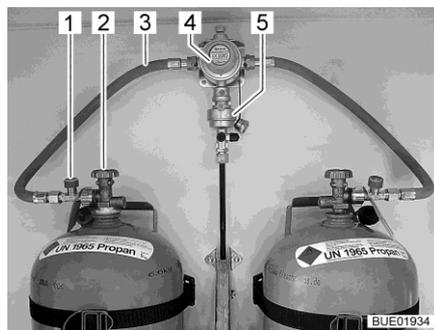
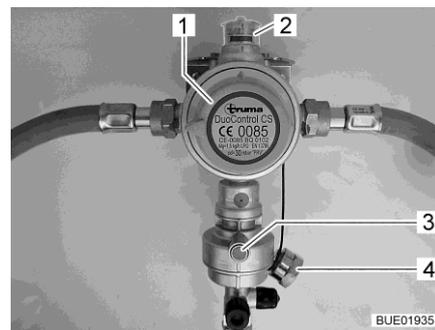
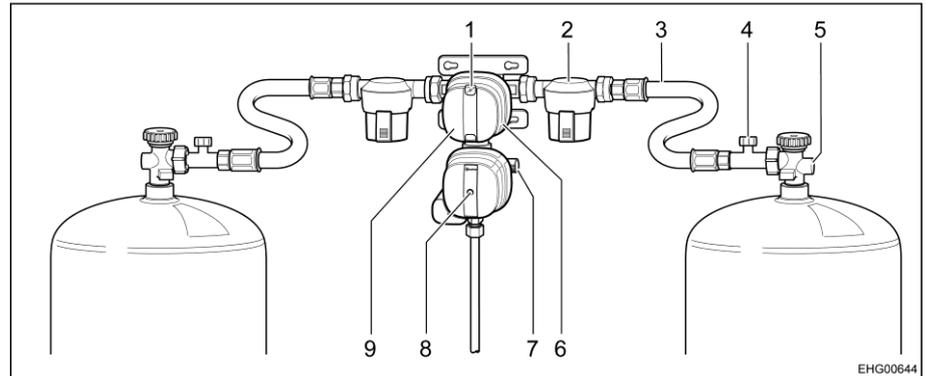

Fig. 64 Bombole del gas con DuoControl
Fig. 65 Impianto di regolazione DuoControl
Fig. 66 Impianto di regolazione pressione gas DuoControl CS
L'impianto di regolazione DuoControl consiste in una valvola di commutazione (Fig. 64,4) e un sensore crash (Fig. 64,5). L'impianto di regolazione DuoControl è installato tra i tubi flessibili del gas (Fig. 64,3) con un dispositivo antirottura del tubo flessibile (Fig. 64,1). Con la manopola (Fig. 65,1) sulla valvola di commutazione è possibile stabilire quale delle bombole del gas viene utilizzata come bombola in uso e quale come bombola di riserva. Nella finestra di controllo (Fig. 65,2) viene visualizzato lo stato del rifornimento di gas:
Il funzionamento con una sola bombola del gas è consentito, ma in questi casi il collegamento aperto deve essere assolutamente chiuso con una copertura cieca (Fig. 65,4).
Il sensore crash blocca l'alimentazione del gas in caso di forti vibrazioni (es. incidente). Il sensore crash viene azionato mediante pressione del tasto reset verde (Fig. 65,3).
Il dispositivo antirottura del tubo flessibile (Fig. 64,1) blocca il flusso di gas quando il tubo flessibile collegato si rompe. Il dispositivo antirottura del tubo flessibile deve essere attivato premendo il tasto verde.
L'impianto di regolazione DuoControl consiste in una valvola di commutazione con sensore crash (Fig. 66,9). L'impianto di regolazione DuoControl è montato tra i tubi flessibili per alta pressione (Fig. 66,3) con dispositivo antirottura del tubo flessibile (Fig. 66,4). Con la manopola (Fig. 66,6) sulla valvola di commutazione è possibile stabilire quale delle bombole del gas viene utilizzata come bombola in uso e quale come bombola di riserva.
Sull'indicatore di stato (Fig. 66,1) viene visualizzato lo stato del rifornimento di gas:
Il funzionamento con una sola bombola del gas è consentito, ma in questi casi il collegamento aperto deve essere assolutamente chiuso con un coperchio a vite (Fig. 66,7).
Il sensore crash blocca l'alimentazione del gas in caso di forti vibrazioni (es. incidente). Il sensore crash viene azionato mediante la pressione del pulsante di reset giallo (Fig. 66,8).
Il dispositivo antirottura del tubo flessibile (Fig. 66,4) blocca il flusso di gas quando il tubo flessibile collegato si rompe.
Tramite la centralina di controllo (Fig. 67) è possibile attivare e disattivare l'alimentazione del gas tramite l'impianto di regolazione DuoControl. Le valvole principali di arresto (Fig. 66,5) delle bombole del gas e i rubinetti di arresto del gas degli apparecchi devono essere aperti manualmente.
- la manopola (Fig. 66,6) sulla valvola di commutazione selezionare la bombola del gas, da cui proviene la principale alimentazione del gas (bombola in uso). Girare la manopola fino all'arresto.
- Aprire le valvole principali di arresto (Fig. 66,5) delle bombole del gas.
- Attivare il dispositivo antirottura del tubo flessibile. Premere per circa 5 secondi il tasto verde (Fig. 64,1) e rispettivamente il dispositivo antirottura del tubo flessibile (Fig. 66,4). Nella finestra di controllo e rispettivamente sull'indicatore di stato (Fig. 66,1) compare la tacca verde.
- Chiudere le valvole principali di arresto (Fig. 64,2 e rispettivamente Fig. 66,5) sulle bombole del gas.
Se la spia di controllo verde (Fig. 67,6) si spegne durante il funzionamento e la spia di controllo rossa (Fig. 67,5) si accende, significa che la bombola in uso è vuota e deve essere sostituita. Nella finestra di controllo (Fig. 64,2) e rispettivamente nell'indicatore di stato (Fig. 66,1) compare la tacca rossa. La bombola di riserva continua ad alimentare le utenze a gas.
- Ruotare di mezzo giro la manopola (Fig. 66,6) in direzione della bombola del gas utilizzata. In questo modo questa bombola del gas ora è la bombola in uso, mentre la bombola del gas vuota diventa la bombola di riserva. La tacca nella finestra di controllo (Fig. 64,2) e rispettivamente nell'indicatore di stato (Fig. 66,1) passa da rossa a verde.
- Chiudere la valvola principale di arresto (Fig. 64,2 e rispettivamente Fig. 66,5) sulla bombola del gas vuota. Osservare la direzione della freccia.
- Attivare il dispositivo antirottura del tubo flessibile. Premere per circa 5 secondi il tasto verde (Fig. 64,1) e rispettivamente il dispositivo antirottura del tubo flessibile (Fig. 66,4).